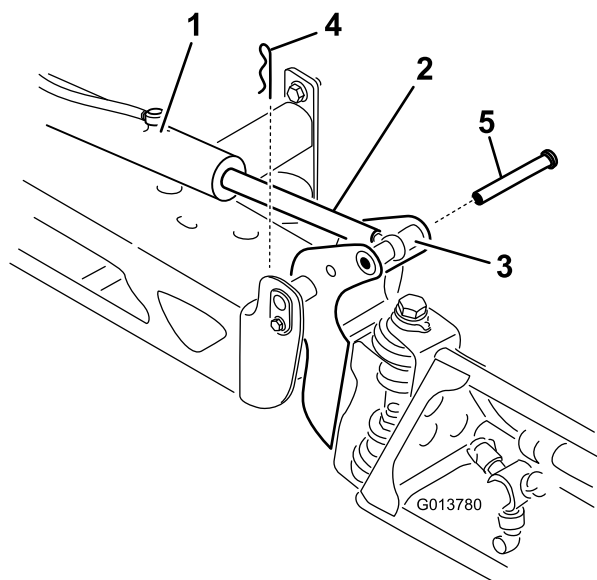

Figure 80
- Retirez la goupille fendue de l'axe de pivot (Figure 80).
3. Soulevez la rampe et déposez l'axe (Figure 80). Abaissez lentement la rampe au sol.
8. Élevez la rampe pour aligner le pivot sur la tige de vérin. Tout en maintenant la rampe, insérez l'axe dans le pivot de rampe et la tige de vérin (Figure 80).